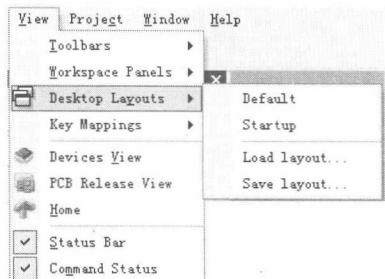

图 1-7 “View”（视图）菜单
“View”（视图）菜单主要用于工具栏、工作窗口视图、命令行以及状态栏的显示和隐藏，如图 1-7 所示。
- ◆ “Toolbars”（工具栏）命令：用于控制工具栏的显示和隐藏。单击一次开启，再单击一次则关闭打开的工具栏，如图 1-7 所示。
- ◆ “Desktop Layouts”（桌面布局）命令：用于控制桌面的显示布局，其级联菜单如图 1-7 所示。